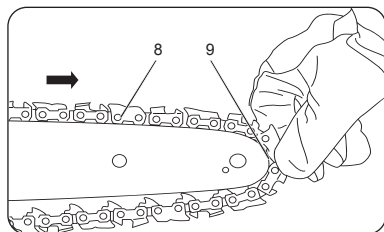
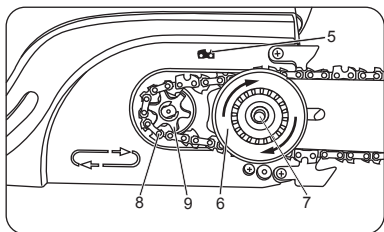

рис. 10
рис. 11
2. Уложить пильную цепь (3) в паз (4), расположенный по периметру пильной шины (рис. 10), предварительно убедившись, что направление звеньев пильной цепи совпадает с маркировкой (5) на корпусе пилы. (рис. 11)
3. Установить механизм натяжителя вместе с шиной (6) на крепящий болт (7) и уложить звенья цепи (8) на звездочку (9). (рис. 11)
4. Прижать пильную шину рукой к креплению на корпусе, слегка натянуть цепь, вращая механизм натяжителя (7) по часовой стрелке. (рис. 11)
5. Установить защитный кожух цепи, точно совместив все шлицы, и крепко притянуть, вращая зажимную ручку по часовой стрелке. (рис. 11)